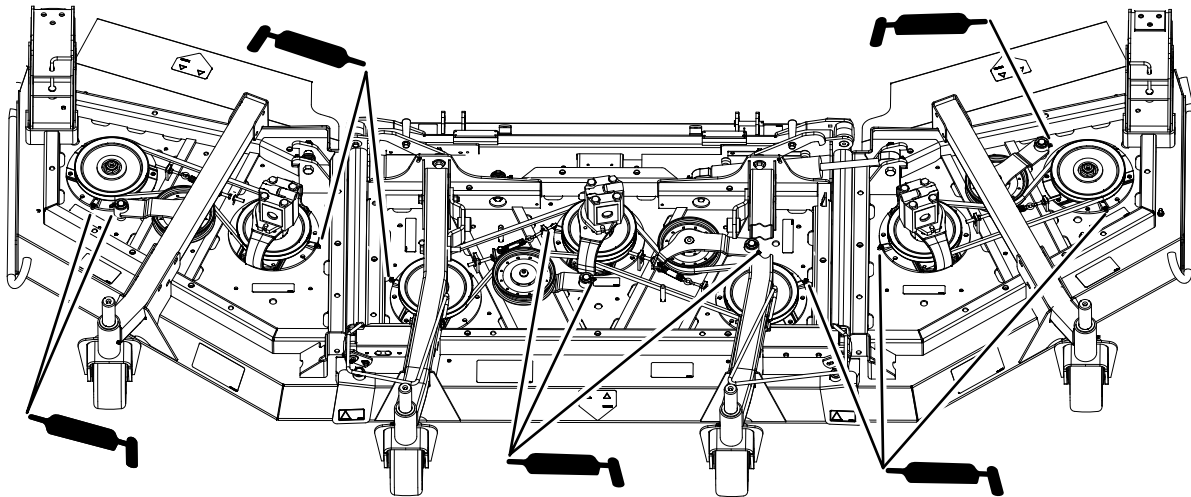

Bild 83
- Drei Spindelwellenlager (unter der Riemenscheibe) (Bild 83)
- Zwei Spannarm-Drehbüchsen (Bild 83)